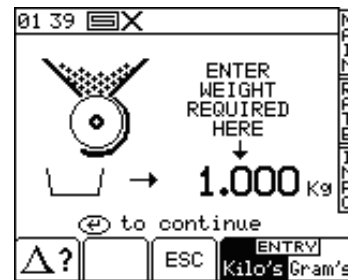

fig. 55
- 5) Skriv med hjälp av sifferknappsatsen in värdet för den produktmängd som ska spridas för att utföra testet (Fig. 55).